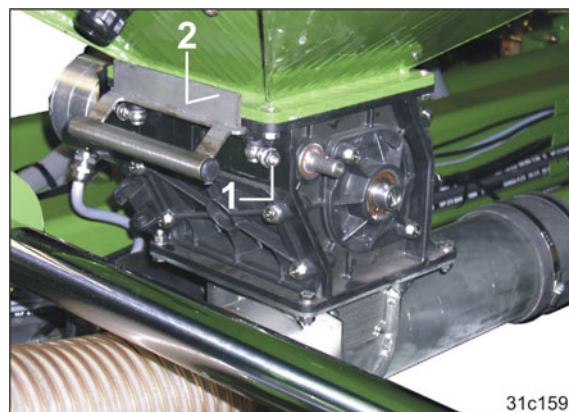

Рис. 180
- 1.2 Поверните винты (Рис. 180/1).
- 1.3 Переместите задвижку (Рис. 180/2) до упора в дозатор.